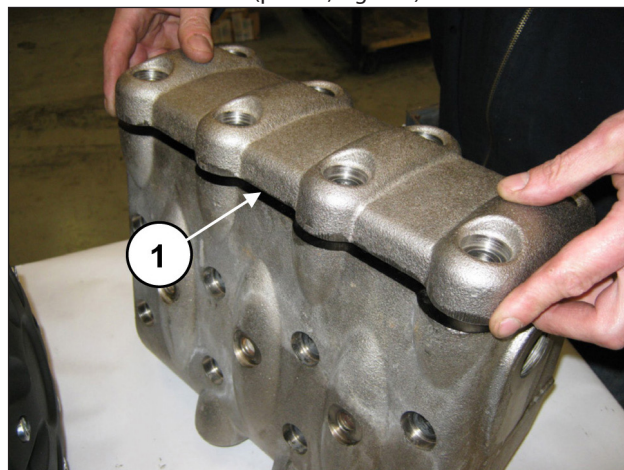
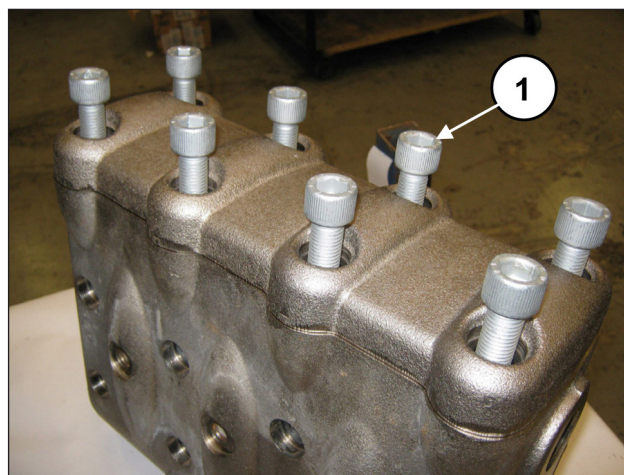

Fig. 126
Fig. 127
Dopo aver terminato il montaggio dei gruppi valvola e del tappo valvola applicare il coperchio valvole (pos. ①, Fig. 126) e avvitare le 8 viti M16x55 (pos. ①, Fig. 127).